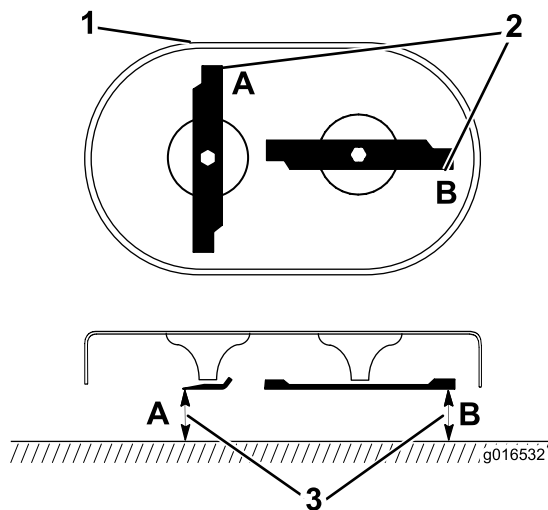

Рисунок 43
1. Поверните ножи в положение, показанное на рис. Рисунок 43.
и В (Рисунок 43) и запишите оба результата измерения.
3. Поверните ножи так, чтобы их противоположные концы находились в позициях А и В (Рисунок 43).